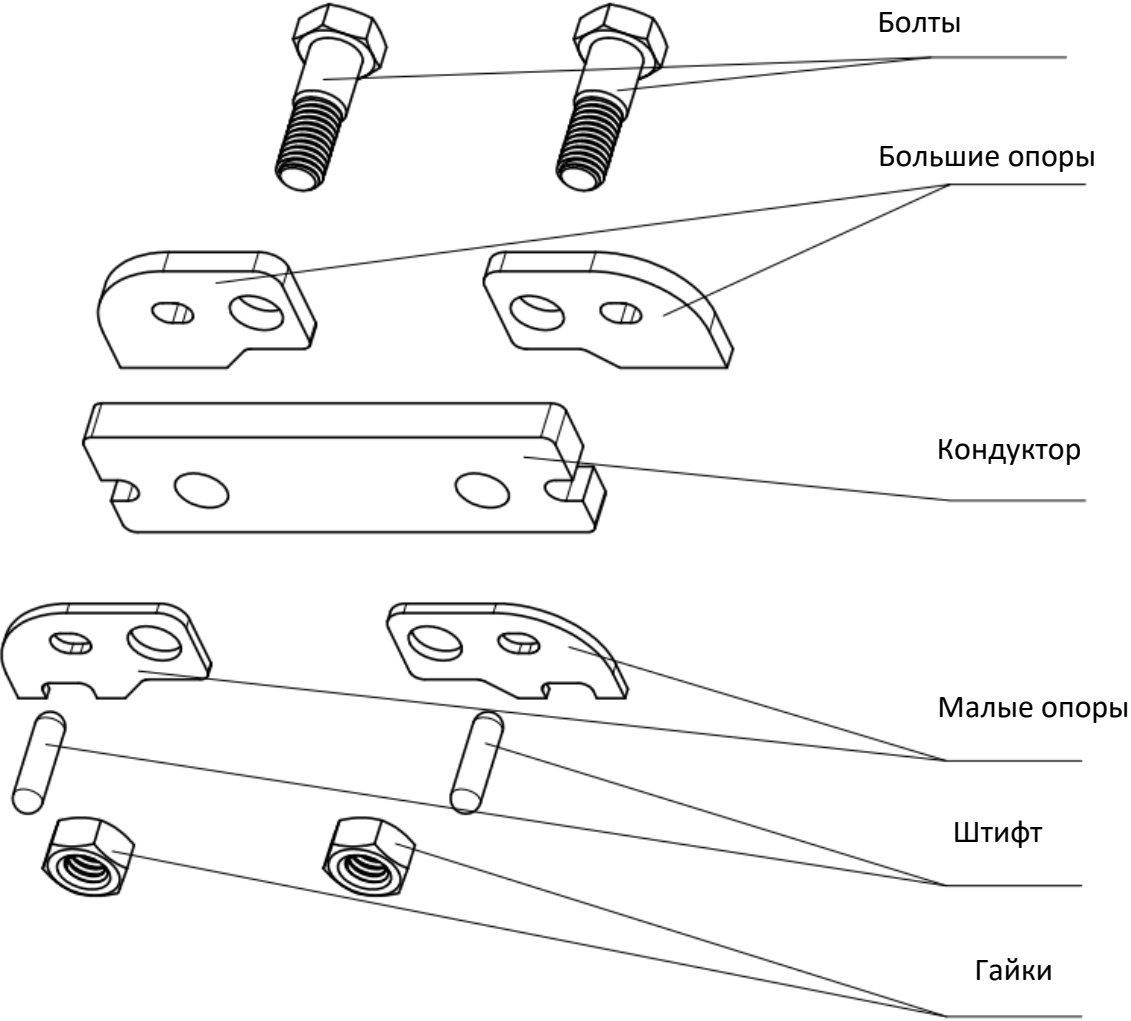
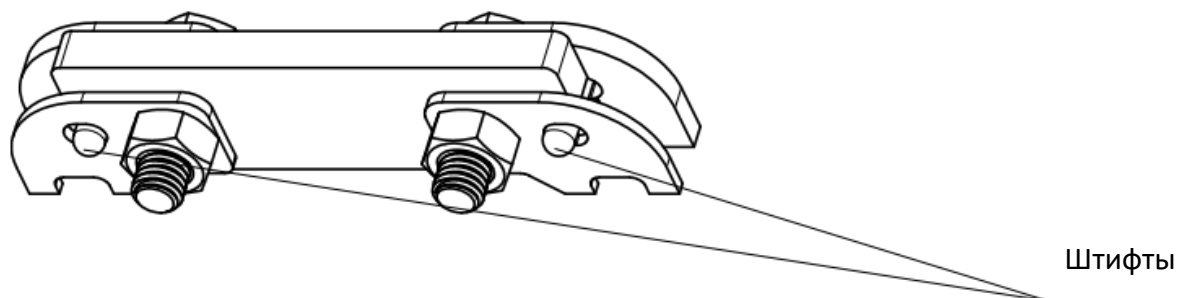

рис. 3.3. Сборка опор с кондуктором
рис. 3.4. Штифты фиксируют опоры при закручивании гаек
- 3) Соберите кондуктор с опорами для приварки опор к месту установки (рис.3.3). Функцией кондуктора является правильная ориентация опор во время их приварки. Сначала необходимо установить штифты (рис. 3.4), которые обеспечивают неподвижное положение опор во время затяжки болтов.